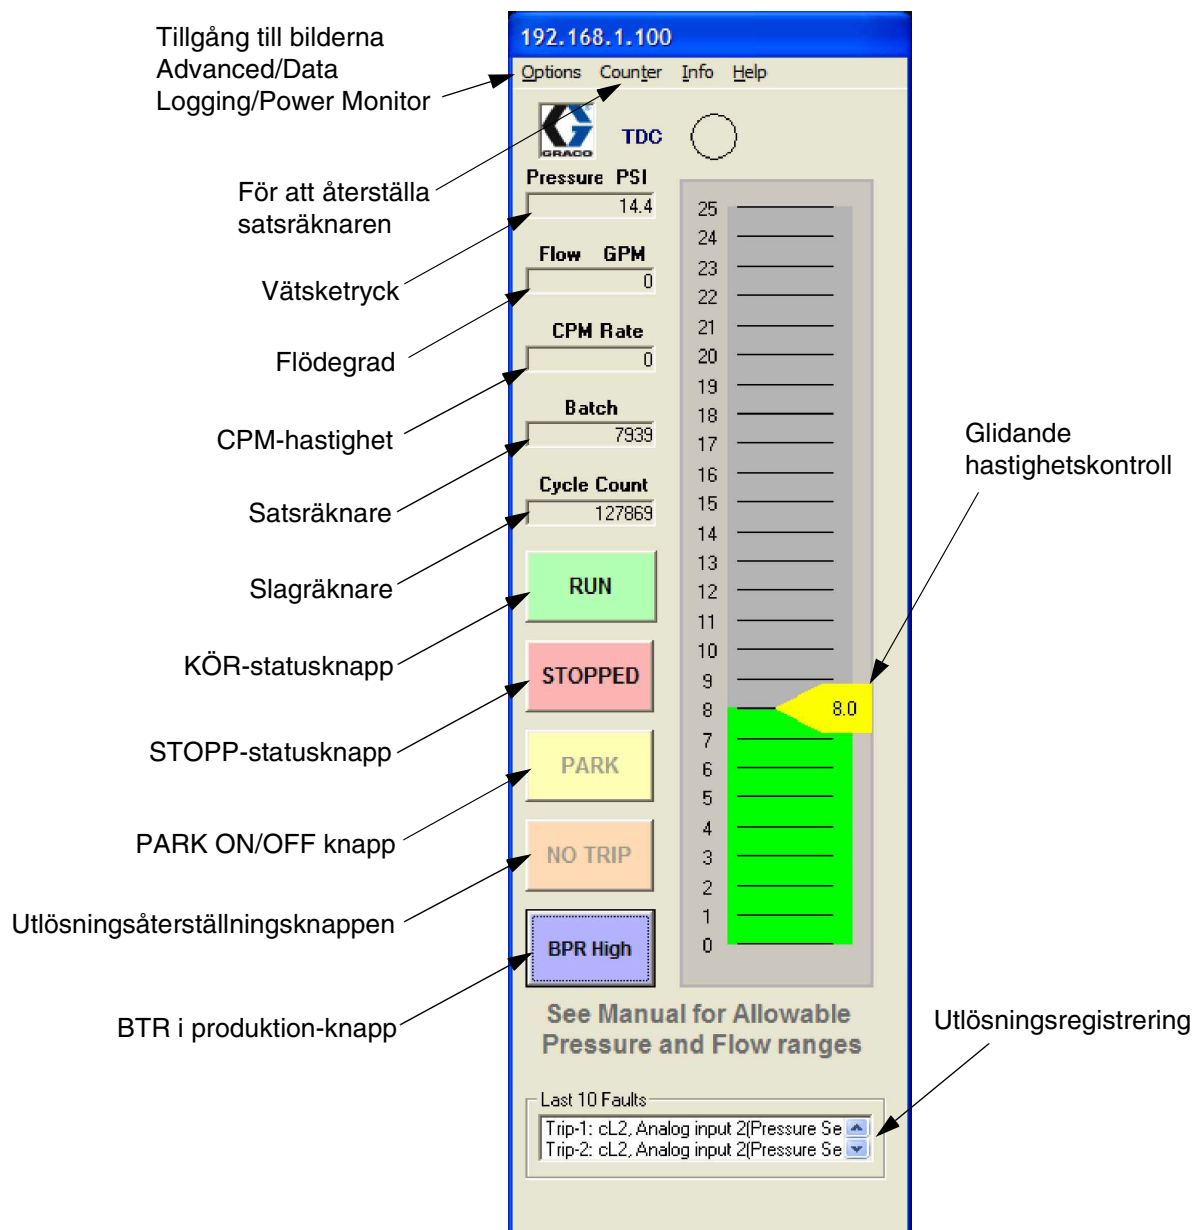

FIG. 22. Körbild
3. Klicka på CONNECT. Se FIG. 19. Driftbilden visas. Se FIG. 22. Nätverksuppläggningsfönstret kommer att stängas när anslutningen har skett.
Se FIG. 22. Den glidande skala på driftbilden ställer in pumphastigheten i flödesenheter.
Se FIG. 22. Räknarna är aktiva i både fjärrstyrnings- och lokalläge.
Se FIG. 22. I fjärrstyrningsläge är knapparna aktiva och kan användas för att kontrollera pumpen.